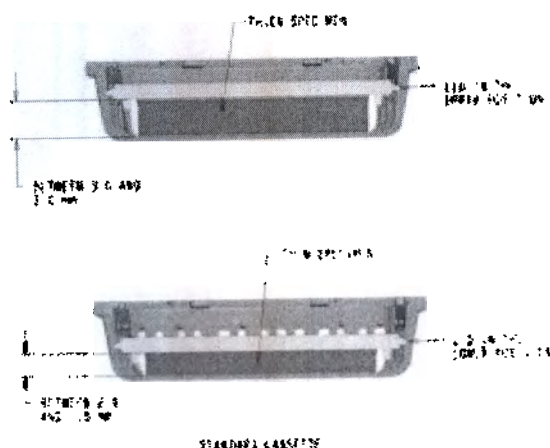

Рисунок 6F
2. Разместив кассету на плоской поверхности, положите ткань в центре кассеты с по меньшей мере 2 мм пространством по обеим сторонам (рис. 6E). Приведите крышку вперед на ткань в кассете, с помощью пинцета или пальцев до тех пор, пока крышка ляжет на все четыре угла и зафиксируется на месте (рис. 6F).